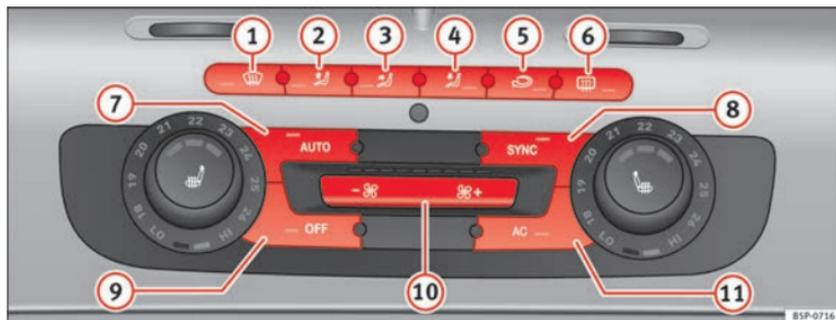

Fig. 136 Comandos do 2C-Climatronic no painel de instrumentos.
- Para activar o modo manual pressionar um dos botões do ⇒ Fig. 136 1 ao 5, ou pressionar os botões do ventilador 10. A função seleccionada aparecerá no visor do rádio ou do navegador.
- Pressionar o botão  ⇒ Fig. 136 , para ligar e desligar o modo de recirculação de ar. Está ligada se no visor é apresentado o símbolo .